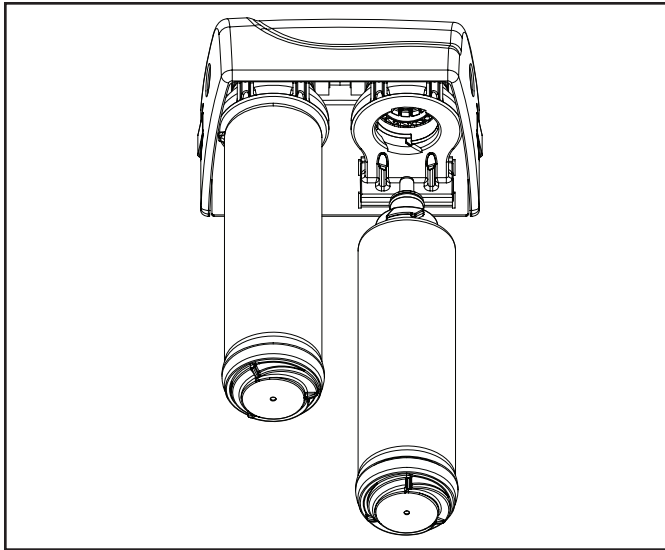

Figura 18
- B) Coloque la mano en el cabezal del filtro para sujetar el sistema. El aspa del cartucho tiene que quedar alienada a la ranura del cabezal. Deslice el filtro de cartucho dentro del cabezal hasta que no pueda avanzar más. Gire el cartucho 1/4 de vuelta en sentido horario hasta que haga tope. Tire suavemente del cartucho para asegurarse de que esté trabado en su posición. (Figura 18)